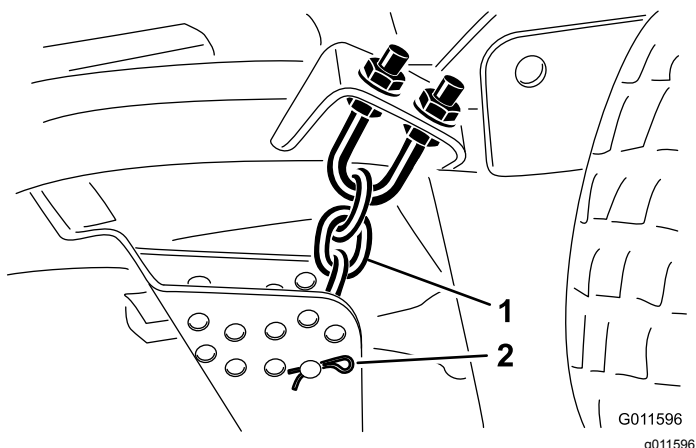

Figura 18
- Retire o perno de gancho e pino de segurança que fixam as correntes da altura de corte à traseira da plataforma do cortador (Figura 18).